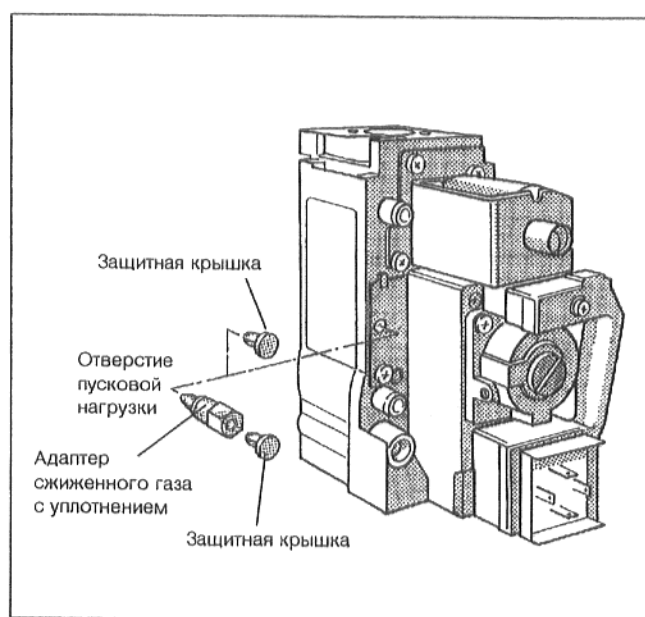

Рис. 36: Арматура газовой горелки "Honeywell" VR 4601 C/CB
- При переоборудовании на сжиженный газ снять защитную крышку отверстия нагрузки розжига и ввинтить адаптер сжиженного газа (обозначение: 230) с уплотнительным кольцом. В случае, если адаптер сжиженного газа не оборудован собственной защитной крышкой, надеть на адаптер сжиженного газа защитную крышку отверстия нагрузки розжига (Рис. 36).
При переоборудовании на природный газ вывинтить адаптер и надеть защитную крышку на отверстие нагрузки розжига (Рис. 36).